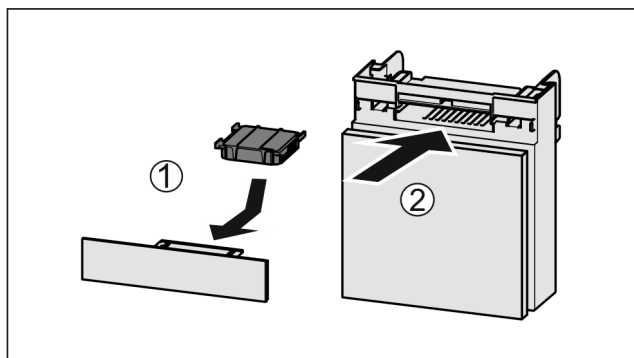

Fig. 114
- Wkładać Fig. 114 (1) filtr z węglem aktywnym zgodnie z ilustracją.
- Filtr z węglem aktywowanym zatrzaskuje się. Gdy filtr z węglem aktywowanym jest skierowany w dół: ► Wsunąć komorę Fig. 114 (2).